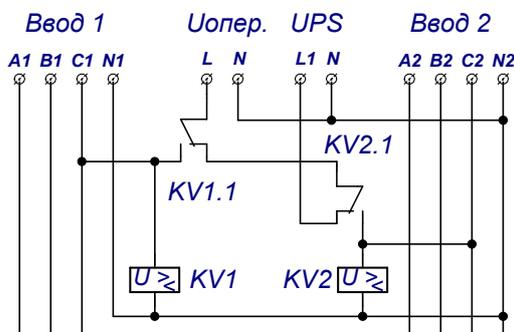

Рис.9 Схема получения оперативного питания с использованием 2-х реле напряжения и UPS
5.2.3. Схема получения оперативного питания с использованием 2-х реле напряжения и источника бесперебойного питания - UPS. UPS питается от одной из фаз любого ввода. Выход UPS подключается к схеме, показанной на рис.9. UPS должен иметь гальваническую развязку входных и выходных цепей, иначе в схемы на рис. 9 и 10 необходимо ввести дополнительную коммутацию выхода N UPS.